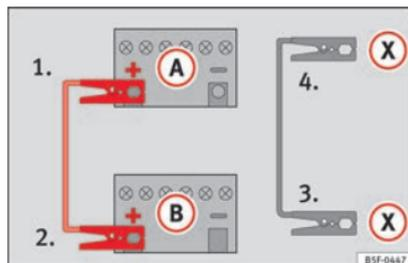

Fig. 69 Schema elettrico per i veicoli dotati di sistema Start/Stop.
- 4b. *Nei veicoli con sistema Start/Stop*: collegare un'estremità del cavo *nero* di emergenza (X) a un terminale di massa idoneo, a un elemento metallico massiccio avvitato al monoblocco del motore o al monoblocco stesso » » fig. 69.
5. Collegare l'altra estremità del cavo *nero* (X), al monoblocco del motore del veicolo con la batteria scarica oppure ad un elemento metallico massiccio annesso al monoblocco e comunque non nelle immediate vicinanze della batteria (A).